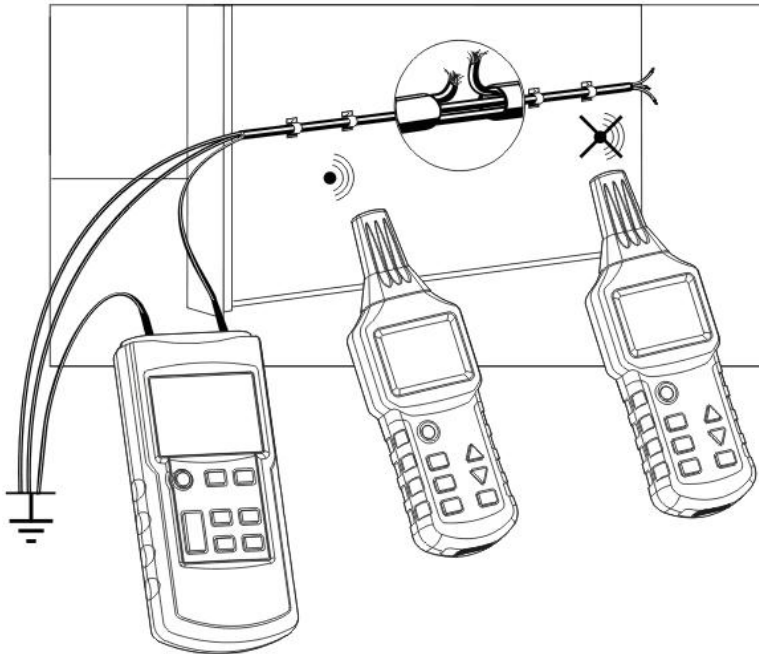

Fig.11
- Alla andra ledningar måste vara jordade som det visas i fig. 11.
- Anslut sändaren till ledaren i fråga och till jord som det visas i fig. 11.